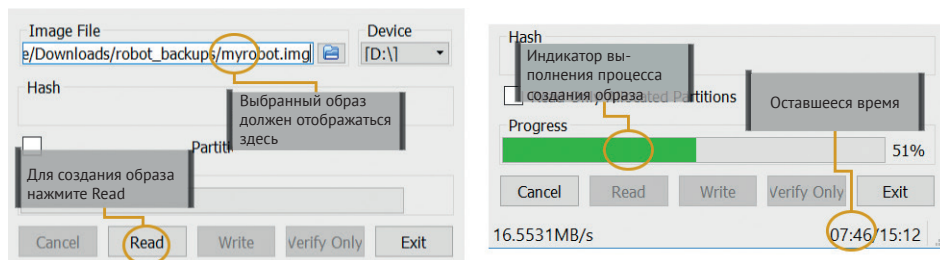

Рис. 5.6. Чтение образа
- После нажатия **Open** вы увидите, что в поле **Image File** (Файл образа) отображается выбранное местоположение (рис. 5.6 слева). Чтобы начать копирование образа, нажмите **Read** (Читать). Вы можете отслеживать процесс чтения образа по индикатору выполнения. Также программа показывает оставшееся время. Когда образ будет готов, Win32 Disk Imager сообщит вам, что чтение прошло успешно. После этого вы можете закрыть программу.